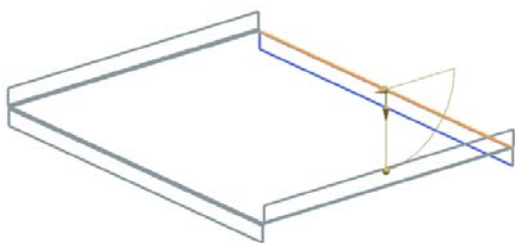

图 11-233 选择弯边
(9) 选择弯边，同时在视图区预览显示所创建的弯边，如图 11-233 所示。设置“宽度选项”为“完整”，“长度”为 15，“角度”为 90，“参考长度”为“外部”，“内嵌”为“材料内侧”，在“让位槽”列表框中的“折弯止裂口”下拉列表框中选择“无”。